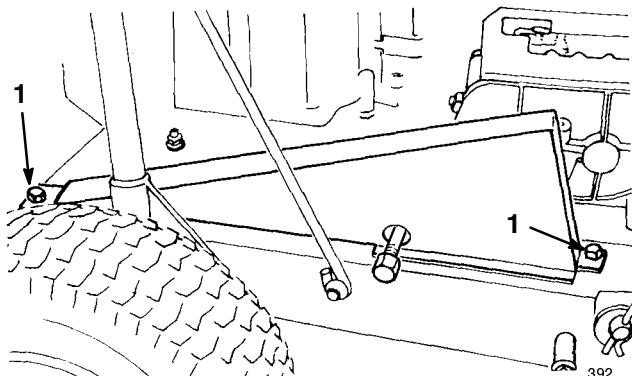

Figure 26
- Retirer les deux vis de fixation du carter de chaîne au châssis de la machine, et déposer le carter de chaîne (Fig. 26).